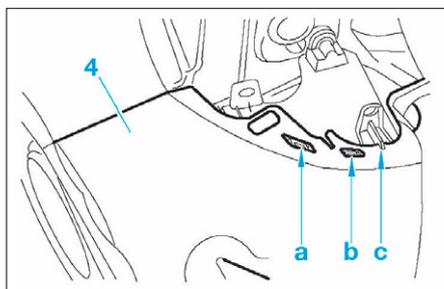

FIG. 78
- Déclipser le bouclier AR (4) en (a, b et c) (Fig.78).